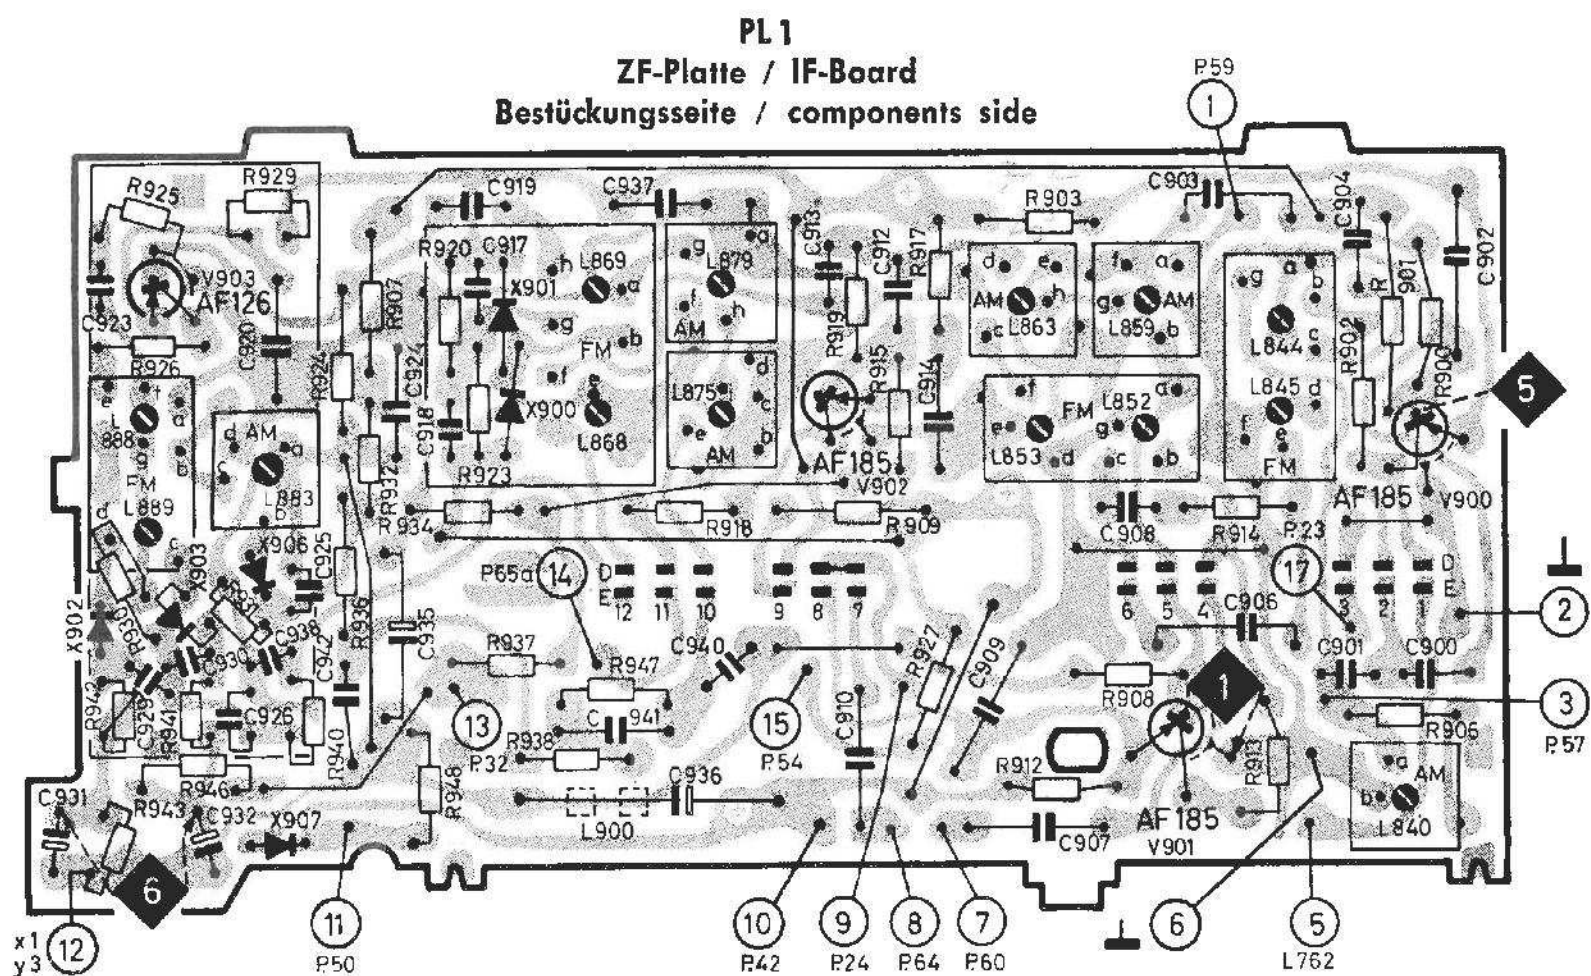
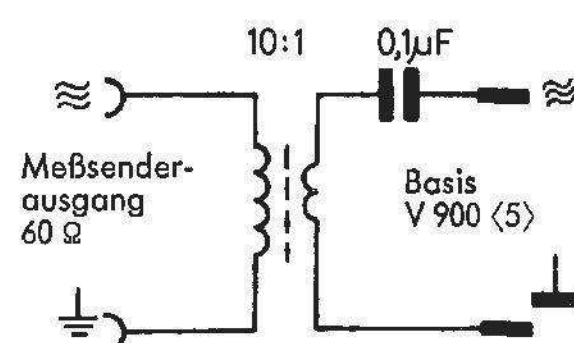

Fig. 2
Fig. 14
2. Beim FM-ZF-Abgleich auf der ZF-Platte muß der Meßsenderausgang über einen Trenntrafo angeschlossen werden, Fig. 14. Das Verhältnis Primärwindungszahl zu Sekundärwindungszahl soll 20 : 2 Windungen betragen. Es darf keine galvanische Verbindung zwischen Meßsendererde und Empfängermetalle bestehen. Die Verbindung zu L 800 muß abgetrennt werden. Hochohmiges Voltmeter $R_i \geq 50 \text{ k}\Omega/\text{V}$ parallel zu C 931/C 932 anschließen. Die Spannung soll etwa 0,5 V betragen, <6> Fig. 2.
2. For FM-IF alignment on the IF board the signal generator output must be connected via an isolating transformer, fig. 14. The proportion of the number of primary windings and the number of secondary windings must be 20 : 2. A galvanic connection between signal generator ground and receiver ground must be avoided. Remove the connection to L 800. Connect a voltmeter $R_i \geq 50 \text{ k}\Omega/\text{V}$ parallel to C 931/C 932. The voltage shall amount to about 0.5 volts, <6> fig. 2.
mit Trafo/with transformer 10 : 1 Fig. 14